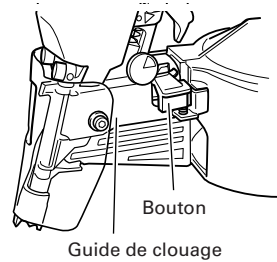

Fig. 17
(1) Nettoyez de temps en temps la partie mobile du bouton, puis huilez. (Voir Fig. 17.)